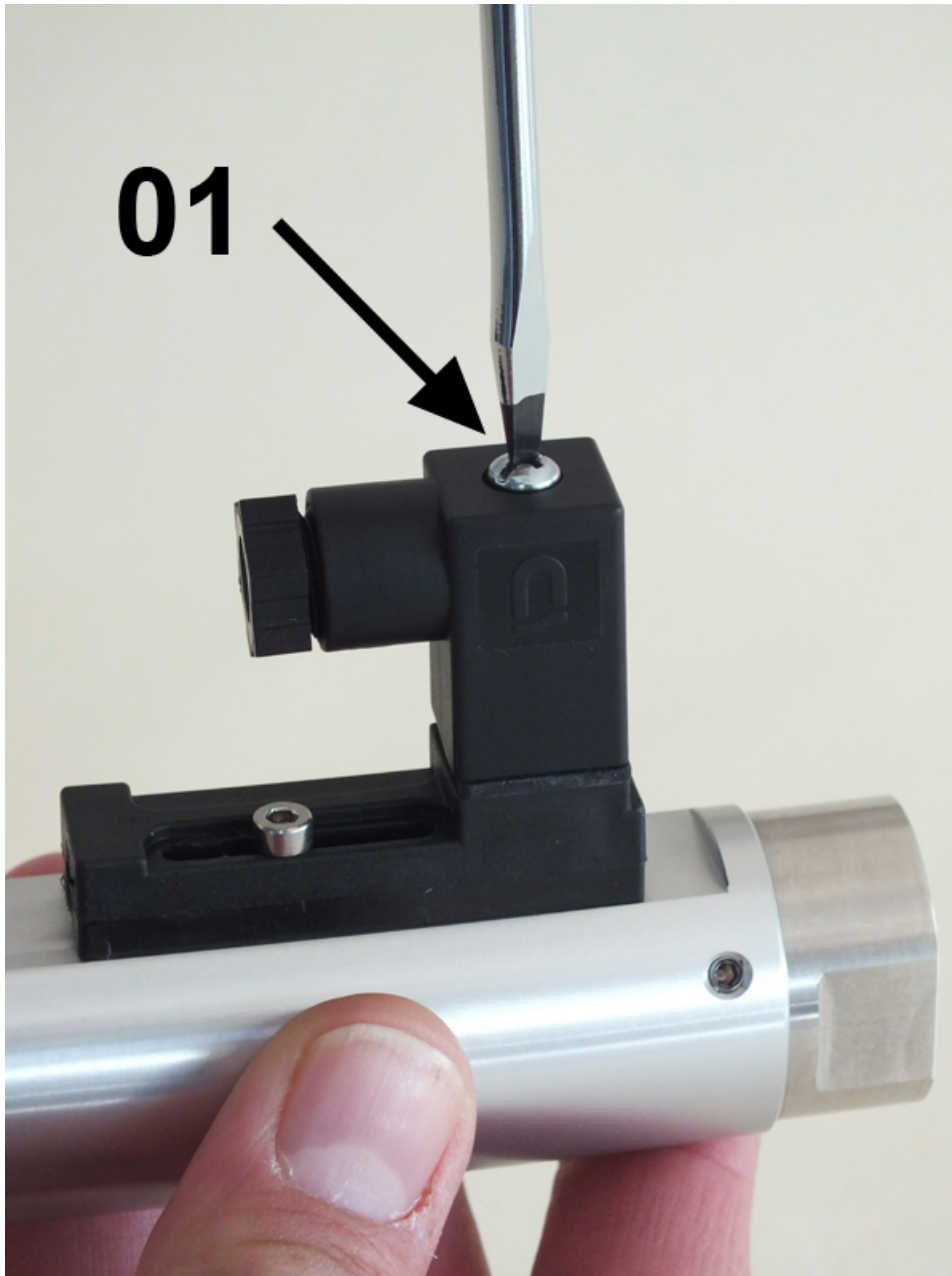

Abb. 53: Steckerdose lösen
1. ➤ Mit einem Schlitzschraubendreher die Befestigungsschraube (Abb. 53/01) der Steckerdose lösen